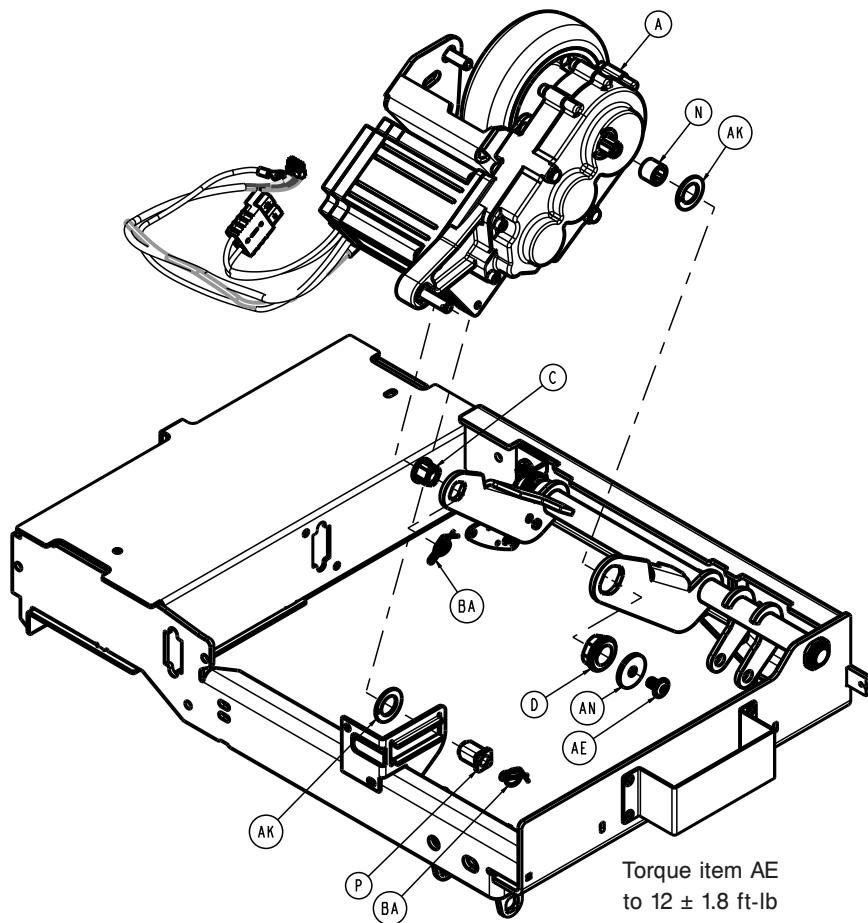

Figure 70 – Retrait de l'ensemble de moteur/roue Zoom
12. Soulever la cartouche à ressort de l'actionneur et, à l'aide d'une clé Torx T27, retirer la vis (AE), la rondelle (AN) et la douille (D) qui fixent l'ensemble de moteur/roue (A) à l'ensemble soudé de la manivelle (Figure 70). Conserver la vis, la rondelle et la douille.
13. À l'aide d'une pince à becs fins, retirer la goupille élastique (BA) de l'ensemble de moteur/roue (A) (Figure 70). Conserver la goupille élastique.
14. À l'aide d'une pince coupante diagonale, couper les deux serre-câbles (BC) qui fixent les câbles du moteur à l'ensemble soudé du châssis.